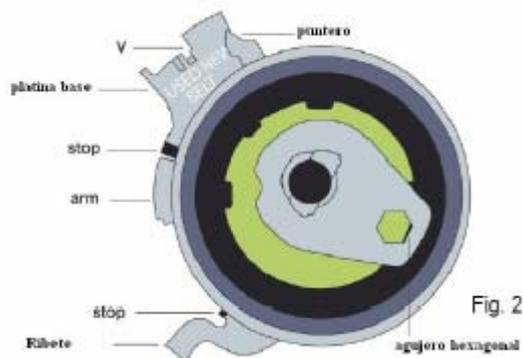

Fig. 2
8.- Girar el tensor (con la llave Allen) en sentido contrario a las agujas del reloj (mientras se aguanta el tornillo en el mismo lugar) hasta que el puntero esté en línea (NO pasando) con la parte derecha de la platina base (Fig 2)